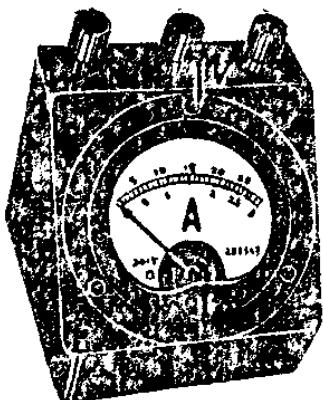

图 2-7
1. 电流表：图 2-7 画的是一只电流表的实物图，在测量电路中电流强度的时候，只要将电流表以串联方法接在电路中就可以測量了。电流通过电流表，指針就会发生偏轉。在表面上有許多刻度，表示电流强度，指針偏在某一个刻度上，就表示电路中的电流是多少。